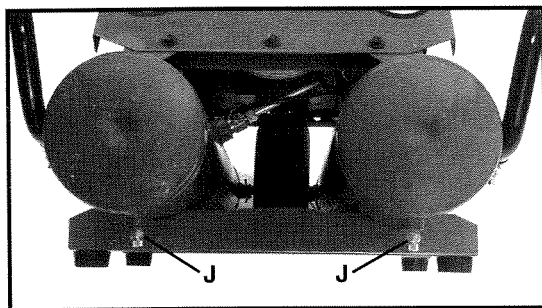

Fig. 4
**Válvula de drenaje (J), Fig. 4:** Hay una válvula de drenaje ubicada en la base de cada tanque de aire, la cual se utiliza para sacar la condensación al final de cada uso.